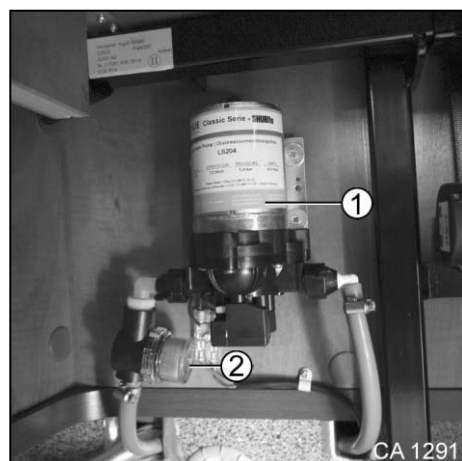

Fig. 172 Pompe à eau
- Si lors de la première mise en service de la pompe à eau (Fig. 172/1), le réservoir d'eau fraîche n'est pas nettoyé, des copeaux résiduels provenant de la production risquent d'endommager la pompe à eau (Fig. 172/1).
- Avant la première mise en service de la pompe à eau (Fig. 172/1), bien rincer le réservoir d'eau fraîche !
1. Tourner le recouvrement (Fig. 172/2) du préfiltre dans le sens horaire et le tirer vers le bas.
3. Enficher le recouvrement (Fig. 172/2) sur le préfiltre et le tourner dans le sens anti-horaire.